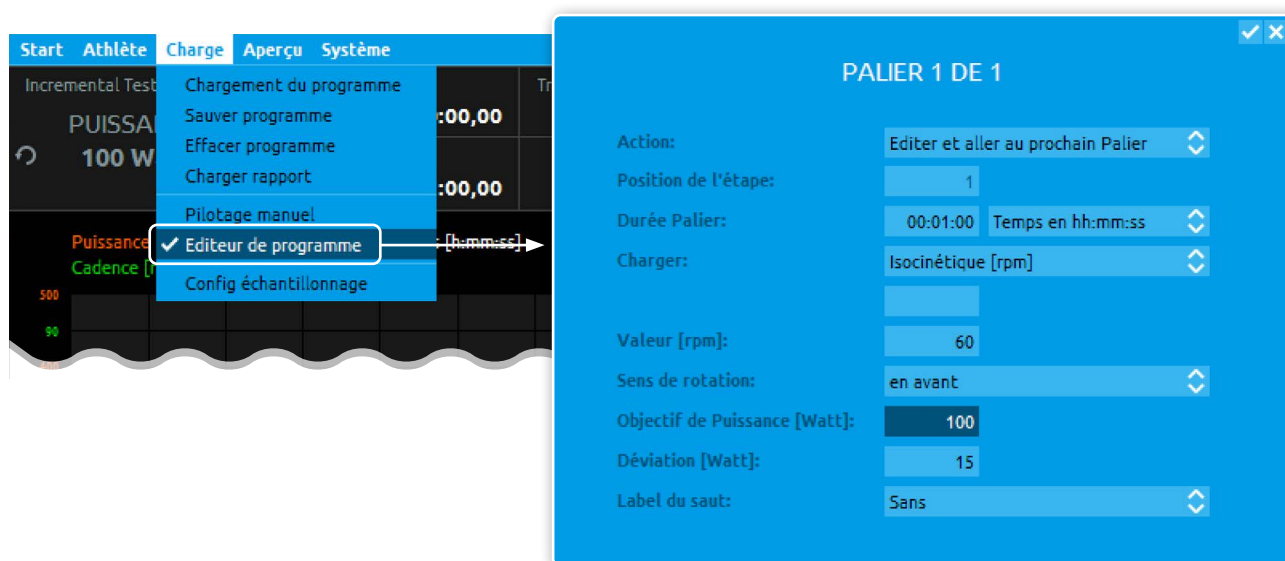

Figure 66 : Configurer la première étape - 100 watts
- 2** Ouvrez le dialogue fonctionnel Éditeur de programmes. Le dialogue fonctionnel s'ouvre alors, dans lequel la première étape est configurée (voir figure 66).